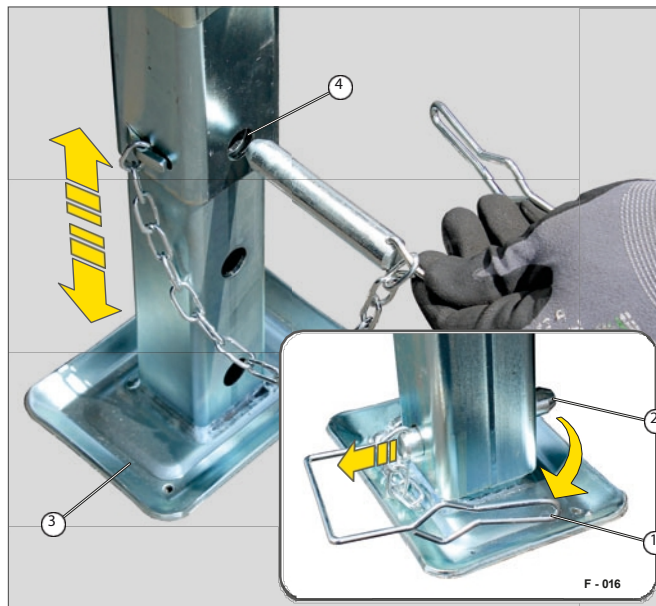

Fig. 15 Ajustar o pé nivelador
- Desapertar o suporte (Fig. 15/1) da cavilha de bloqueio (Fig. 15/2).
- Puxar o parafuso de encaixe, segurando o pé nivelador (Fig. 15/3).
- Posicionar o pé nivelador em conformidade (para cima ou para baixo), de modo a que a cavilha passe pelos orifícios (Fig. 15/4).